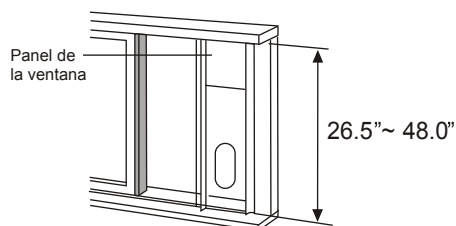

Imagen 13
2. Adjunte el kit deslizante para ventana al cobertor de la ventana. Ajuste el tamaño del kit deslizante para ventana de acuerdo al ancho de la ventana, acorte el kit regulable para ventana si el ancho de la misma es menos a 26,5 pulgadas. Abra la ventana y coloque el kit deslizante para ventana en el cobertor de la ventana. Consulte Imagen 13.